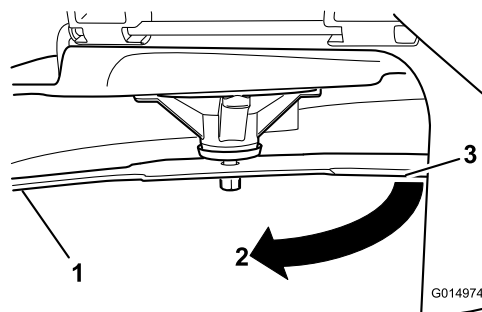

Figura 93
3. Distancia medida entre la cuchilla y la superficie (A)
4. Gire la misma cuchilla 180 grados de manera que el otro extremo esté en la misma posición (**Figura 93**).